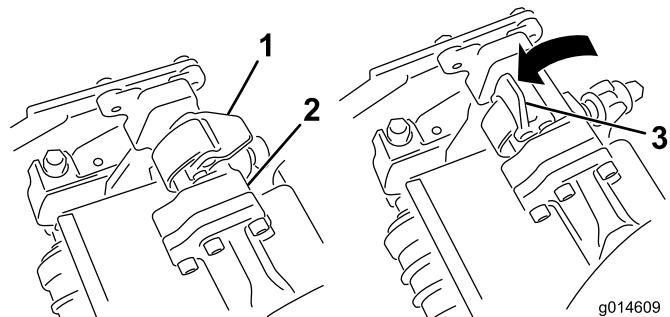
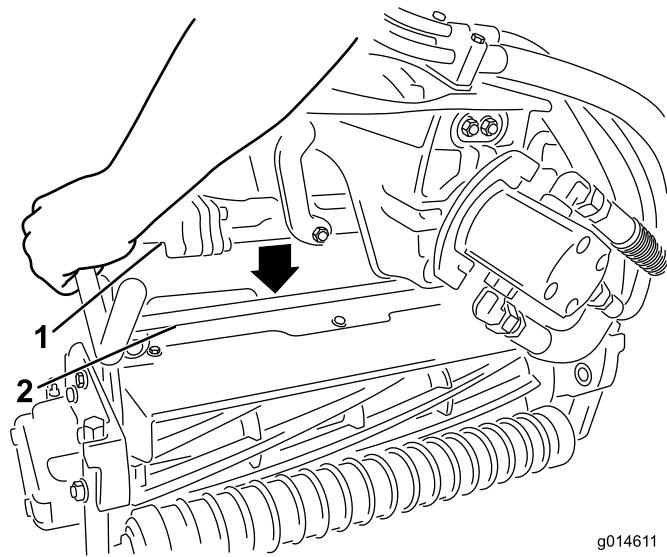

图12
图13
5. 当悬挂臂杆上的闩锁指向上方 (即打开) 时 (图12)，向下压悬挂臂，使悬挂臂杆与滚刀组顶部的横杆相契合 (图13)。
6. 向下并绕着滚刀组横杆关闭闩锁，将它们锁定到位 (图12)。